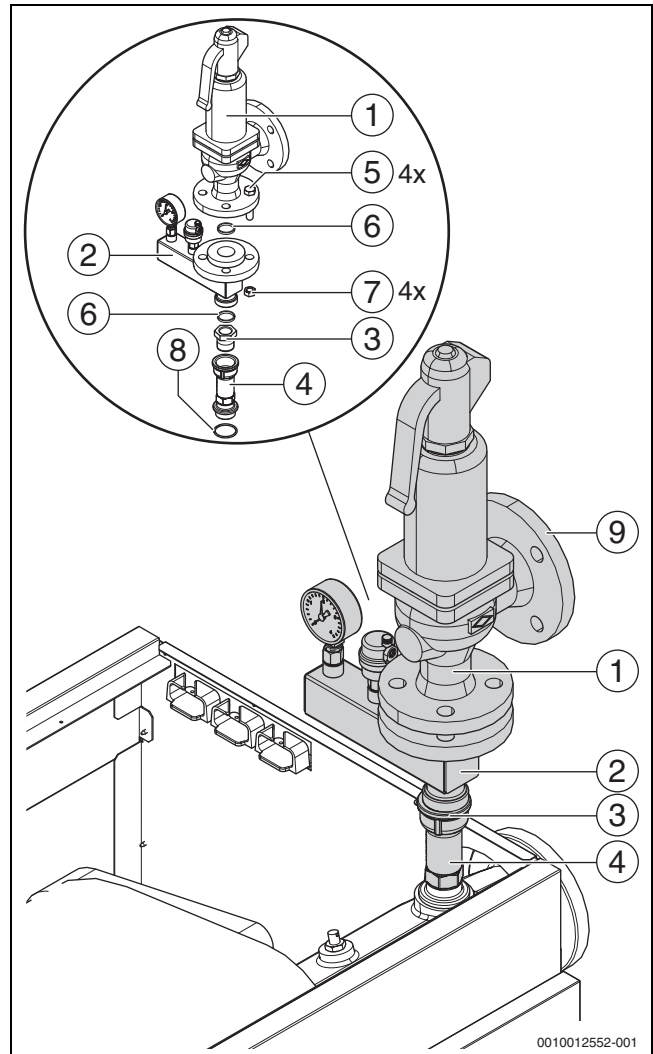

Bild 19 Sicherheits-Set 4 bis 6 bar (Dargestellt: Kesselaufbau rechts)
- ▶ Sicherheitsventil am Gewindeanschluss des Kesselvorlaufs mit geeignetem Dichtmittel beziehungsweise den mitgelieferten Dichtungen eindichten (→Bild 19).